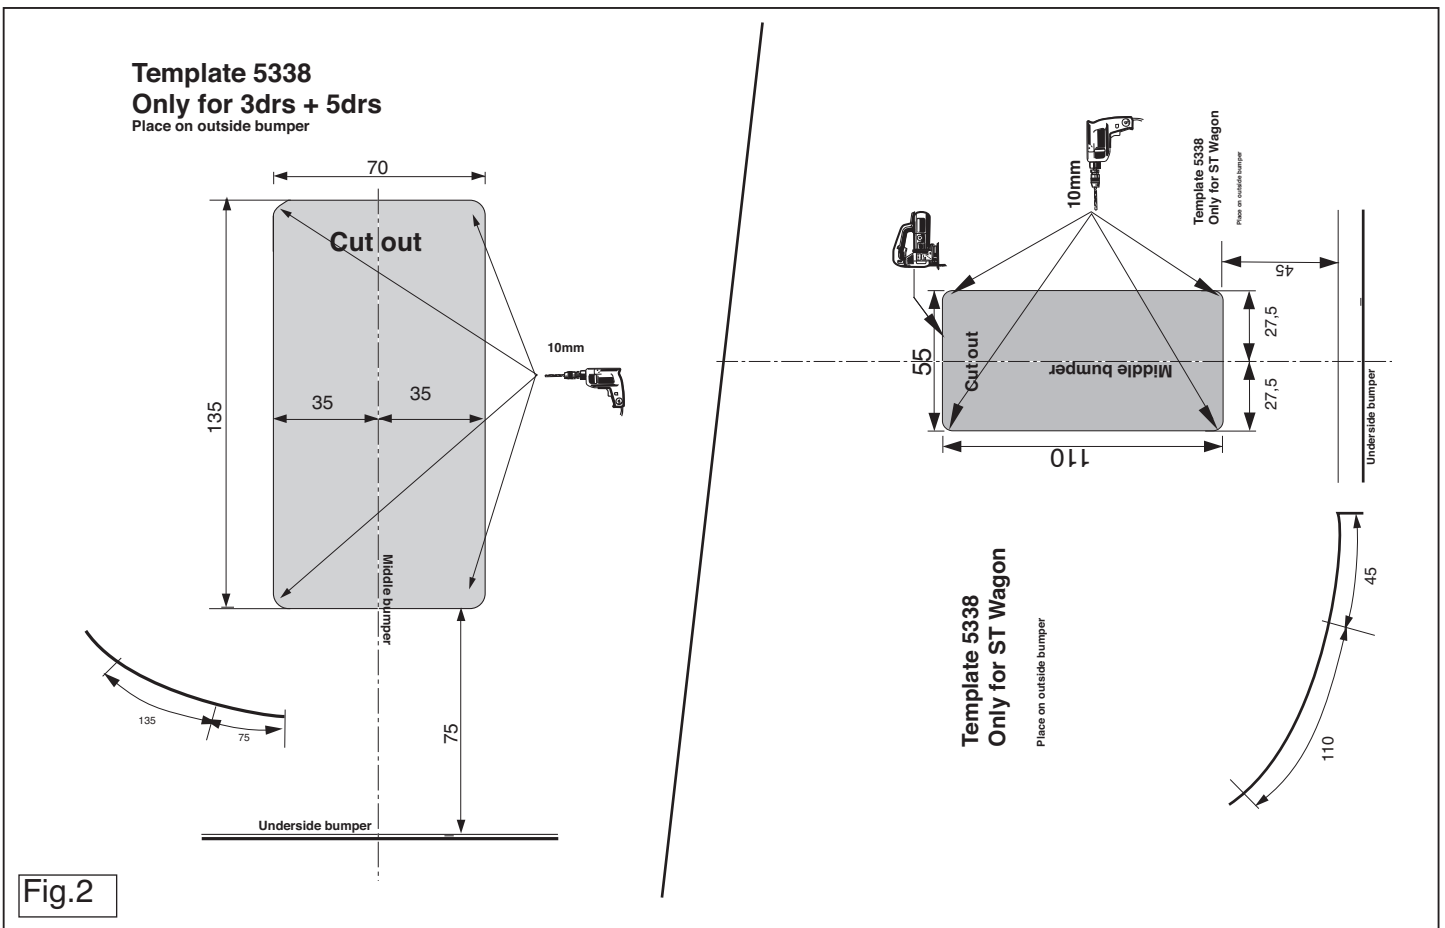

Fig.2
3. Saw a section out of the middle of the underside of the bumper as shown in fig 2.
3. Auf der Unterseite der Stoßstange einen Teil aus der Mitte gemäß Abbildung 2 herausschneiden.
3. Scier au centre de la partie inférieure du pare-chocs une partie correspondant à la figure 2.
3. Sav en del ud af kofangeren midt på undersiden jf. fig. 2.